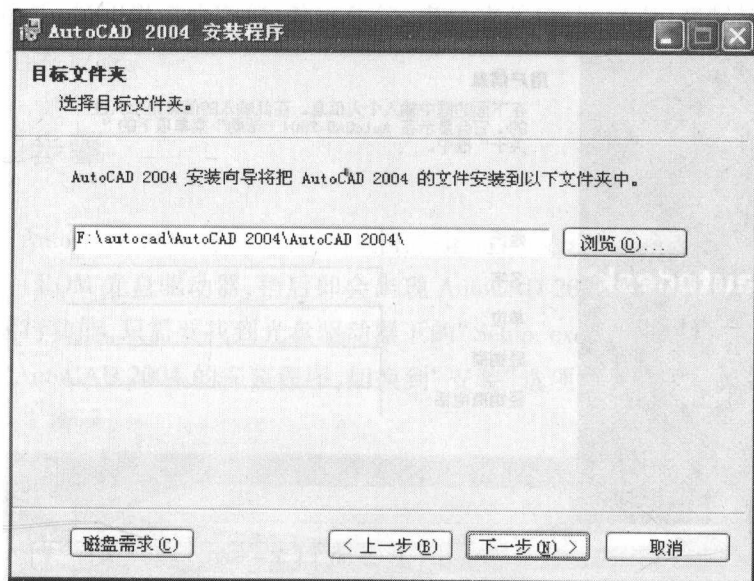

图 1-4 选择目标文件夹
(5) 选择 AutoCAD 2004 装入的子目录, 安装向导已经提供了缺省的安装目录, 也可以单击“浏览”按钮更换安装目录。如果直接单击“下一步”按钮, 将接受系统缺省设置, 如图 1-4 所示。